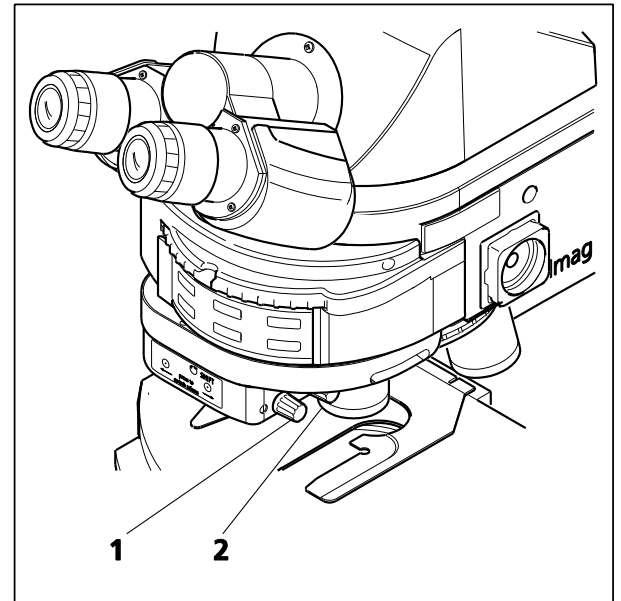

Fig. 198 Tourelle porte-modulateur motorisée à quatre positions pour DIC à lumière transmise
(4) Réglage du DIC à lumière transmise avec tourelle porte-modulateur motorisée à quatre positions pour lumière transmise
- Sur la tourelle porte-modulateur, faire pivoter le prisme DIC approprié en **appuyant** sur le bouton (Fig. 198/1) pour effectuer une rotation vers l'avant ou sur le bouton (Fig. 198/2) pour réaliser une rotation vers l'arrière de la tourelle.
- Régler le contraste optimal en tournant le bouton (Fig. 198/2).